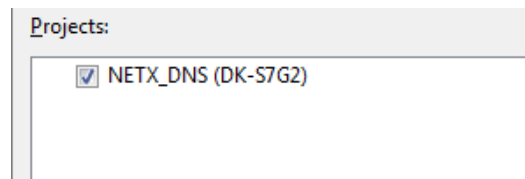

図 2.8 既存プロジェクトのインポート用ダイアログ 2
12. **[Projects]** (プロジェクト) リストで、インポートするプロジェクトを選択します (図 2.8)。